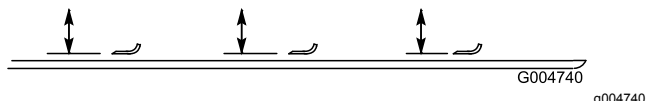

Рисунок 77
5. Поворачивайте нож, пока его концы не будут направлены вперед и назад (Рисунок 77).